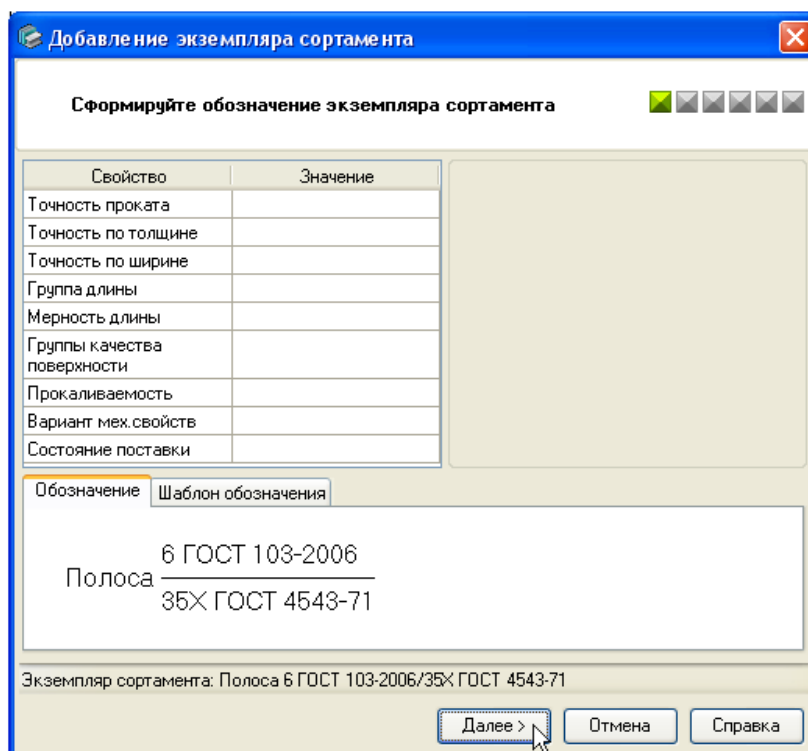

Рисунок 31.
- На экране появится мастер Добавление экземпляра сортамента (рис. 31).